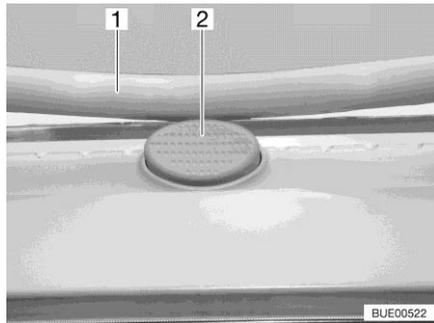

Fig. 64 Botón de seguridad (claraboya Heki)
- Pulsar el botón de seguridad (Fig. 64,2) y tirar el estribo (Fig. 64,1) hacia abajo con ambas manos.
- Presionar el estribo hacia arriba con ambas manos hasta que el estribo se encuentre encima del botón de seguridad (Fig. 64,2).